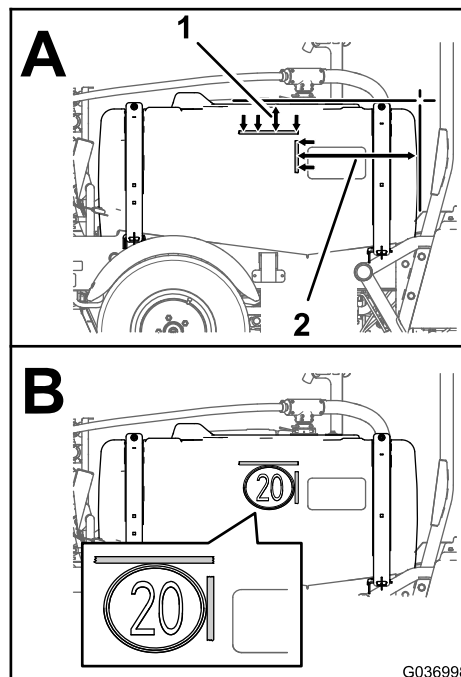

図 12
- タンクの一番前から左右それぞれで、タンク側面に沿って真後ろに469mmを測って、この位置にテープでマーキングする図12のA。
- デカルの上と前のエッジをマーキングテープ図12のBステップ2と1で作成したものに合わせる。
- タンクの一番上から左右それぞれに、タンク側面に沿って真下に120mmを測って、この位置にテープでマーキングする図12のA。